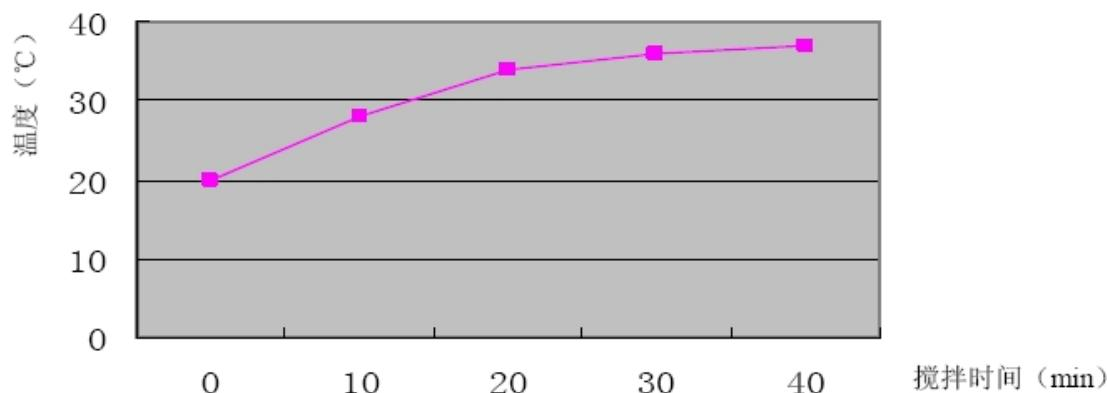

图 2— 使用自动搅拌机之搅拌时间与锡膏温度上升曲线图
(2) 使用手动搅拌：回温后的锡膏至少用塑料刮刀顺时针和逆时针方向各30-45圈搅拌2-3分钟。注意不能搅拌的太剧烈，以免降低锡膏的粘度和混入空气。搅拌的目的是使锡膏变得流畅和均匀。
(3) 使用自动搅拌：自动搅拌机被使用在回温之锡膏时可有较好之时效，使用自动搅拌机不会影响锡膏之特性。自动搅拌机转速为200RPM，搅拌时间为2-3分钟。锡膏之温度曲线如图2：